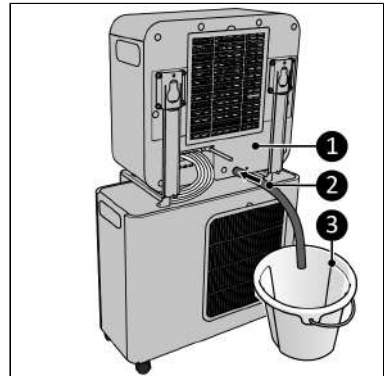

Abbildung 60.
7. Schließen Sie den Kondenswasser-Ablaufschlauch (Abbildung 60, Pos. 2) an der Rückseite des Innengeräts (Abbildung 60, Pos. 1) an.
8. Führen Sie den Kondenswasser-Ablaufschlauch (Abbildung 60, Pos. 2) in einen Eimer (Abbildung 60, Pos. 3).
2. Der Kondenswasser-Ablaufschlauch (Abbildung 60, Pos. 2) muss an der Rückseite des Innengeräts angeschlossen und in einen Eimer (Abbildung 60, Pos. 3) geleitet werden.